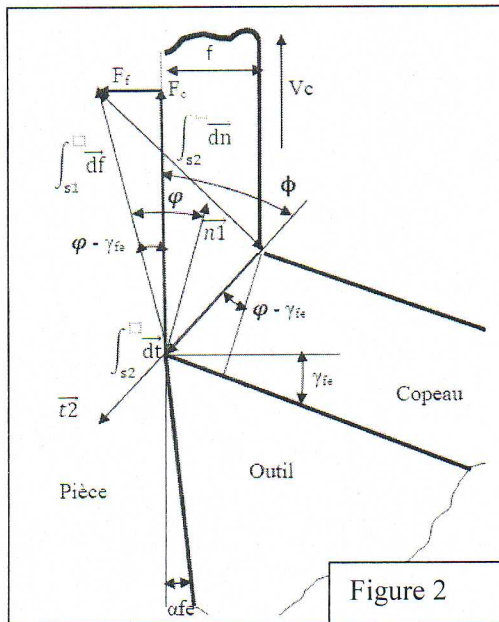

Figure 2
- Etablir les expressions de l'effort de coupe F_c et de l'effort d'avance F_f après les avoir placées sur la figure 2. (1.5pts)